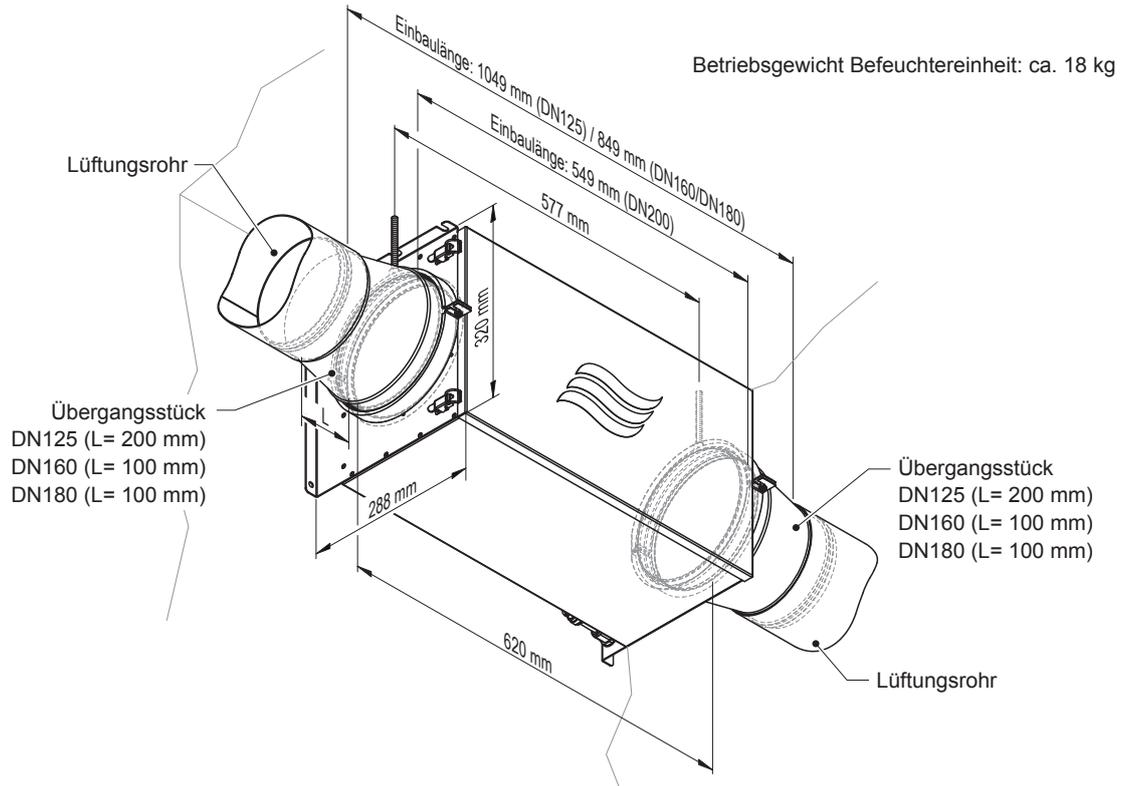
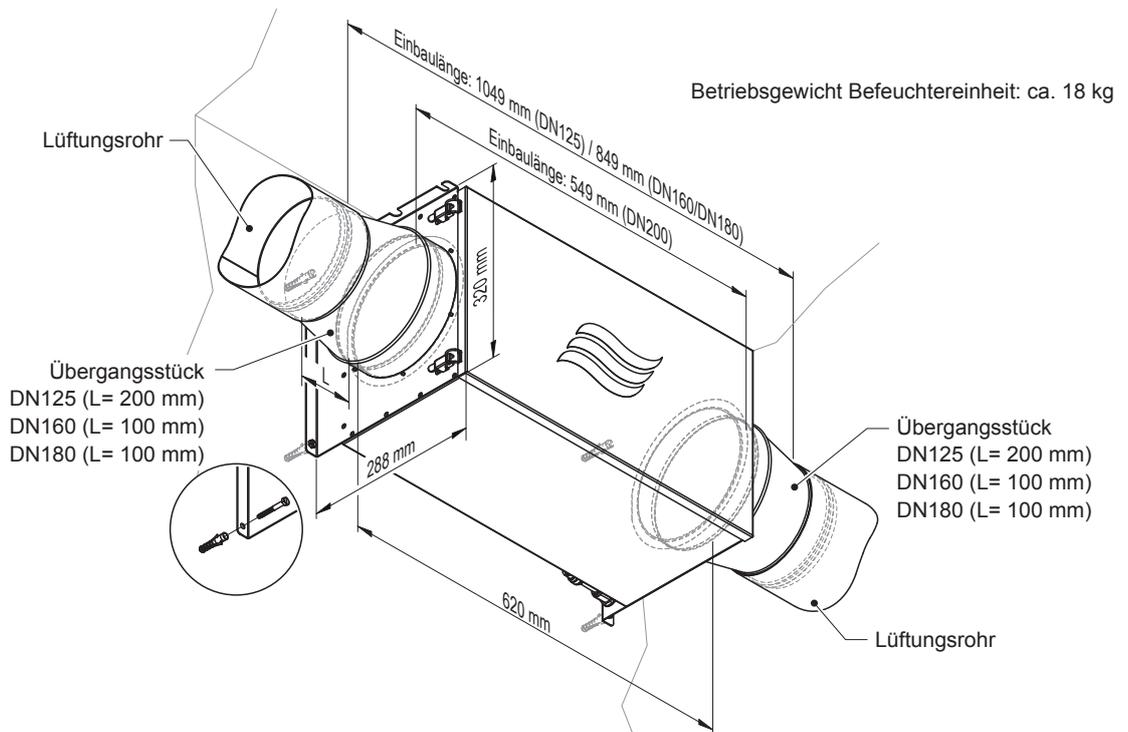

Abb. 6: Masse Deckenmontage mit Rohrschellen
Abb. 7: Masse Wandmontage
- Die Decke/Wand an der die Befeuchtereinheit bzw. die Hydraulikeinheit montiert wird, muss eine ausreichende Tragfähigkeit aufweisen und für die Befestigung geeignet sein (siehe *Abb. 5*, *Abb. 6* und *Abb. 7*).
**Alternative Deckenmontage mit Rohrschellen:** Die Befeuchtereinheit wird mit zwei Rohrschellen  $\varnothing 200$  mm an der Decke befestigt (siehe *Abb. 6*). Das hierfür notwendige Befestigungsmaterial ist nicht im Lieferumfang enthalten.
**Wandmontage:** Die Befeuchtereinheit wird mit 4 Dübeln und Schrauben (mitgeliefert) an der Wand befestigt (siehe *Abb. 7*).